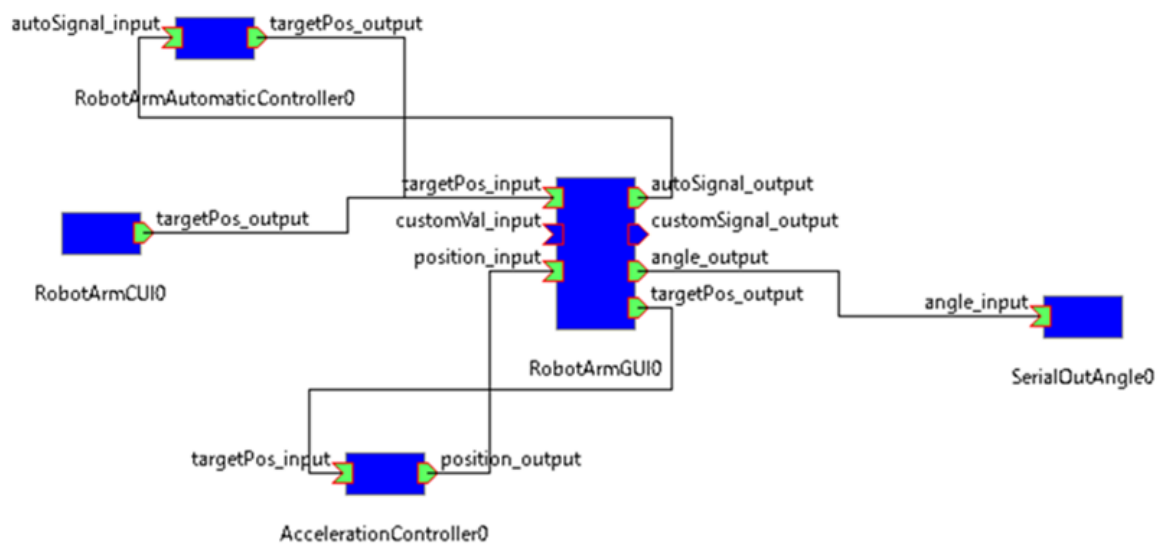
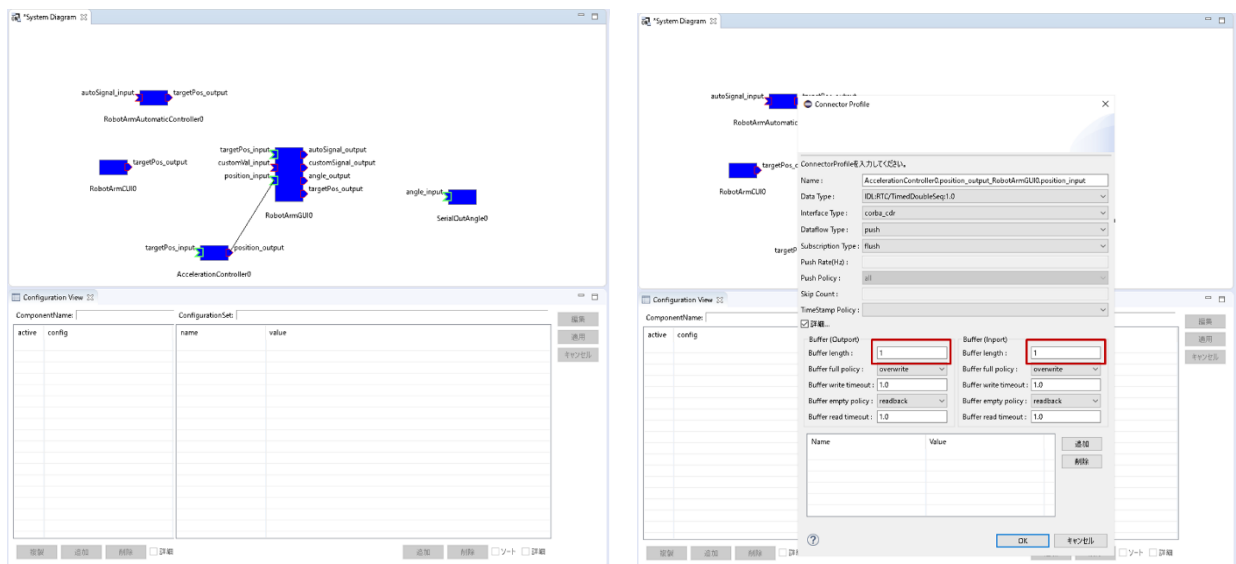

図 13 コンポーネント接続図
図 14 Buffer length の設定
- ⑥ 「Open New System Editor」をクリック。右ウィンドウに「System Diagram」が表示される。
- ⑦ 「NameServerView」に表示された 5 つコンポーネント (RobotArmGUI, RobotArmCUI, RobotArmAutomaticController, AccelerationController, SerialOutAngle) を「System Diagram」にドラッグ&ドロップする。
- ⑧ 図 13 のようにコンポーネントを接続する。データポート間でドラッグ&ドロップして、表示されるダイアログは「OK」を選択する。ただし、RobotArmGUI と AccelerationController を接続するときは、表示されたダイアログの「詳細」にチェックマークを入れ、「Buffer length」を 1 に設定してから OK を選択する（図 14）。